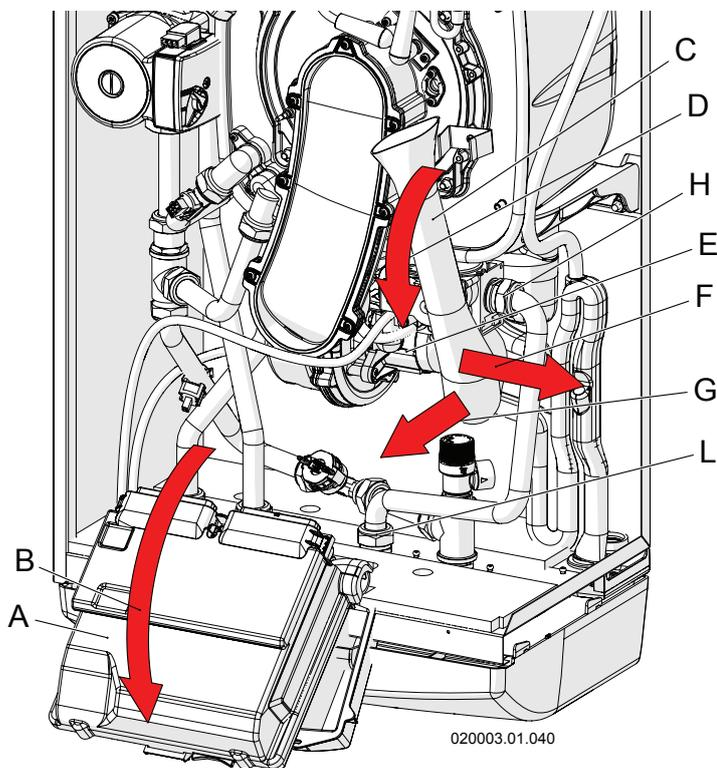

Figura 6-3 - Desmontaje del colector de aire
- 6.- Quite el colector de aire teniendo cuidado de girarlo por fuera, luego sáquelo de la embocadura del ventilador (véase la Figura 6-3, detalle "C");
- 7.- Desmonte el tubo de entrada del gas utilizando los dos racores (véase la Figura 6-3, detalles "H" y "L");
- 12.- Monte otra vez el tubo de alimentación del gas utilizando los dos racores (véase la Figura 6-3, detalles "H" y "L");
- 13.- Vuelva a montar el colector de aire (véase la Figura 6-3, detalle "C");